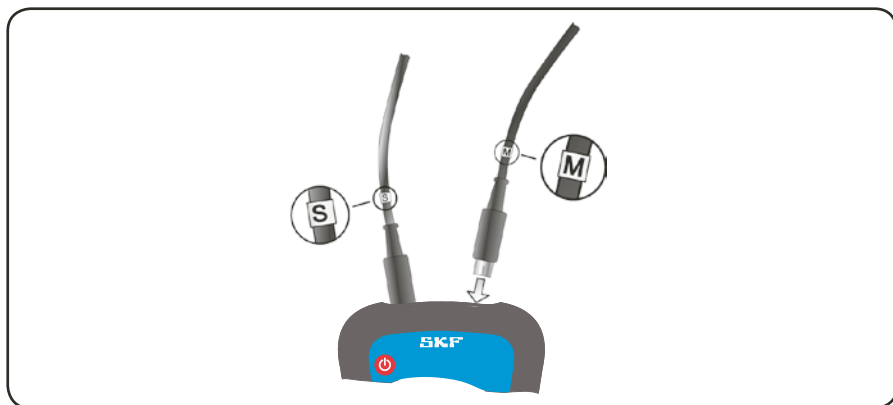

Fig. 9. Anslutning av mätenheterna
- b) Anslut mätenheterna till displayenheten. Kontrollera att kablarnas markering överensstämmer med markeringen på displayenhetens uttag (fig. 9).